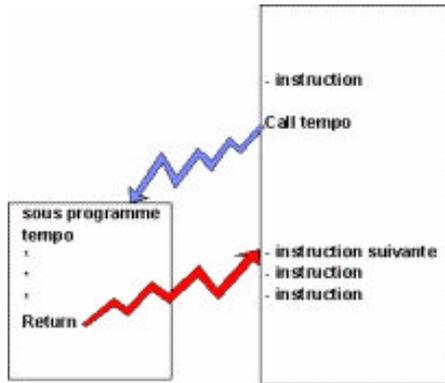

Figure 4 – L'instruction Call
Rôle : Cette instruction sert à exécuter un sous programme. Dès que le PIC rencontre cette mnémonique le compteur de programme (CP) se charge avec l'adresse du sous programme à exécuter, auparavant il y a une sauvegarde de l'adresse courante du CP (dans la pile du PIC), en fin de sous programme une deuxième instruction (RETURN) que nous verrons plus loin sert à revenir à la position où était le programme avant d'être dérouté (**figure 4**).